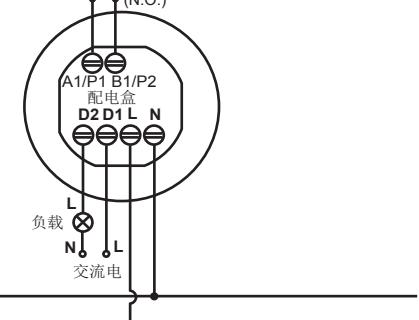

图 6-A
- D1-D2 与交流电源相连（见图 6-A）。
- D1-D2 与直流电源相连（见图 6-B）。